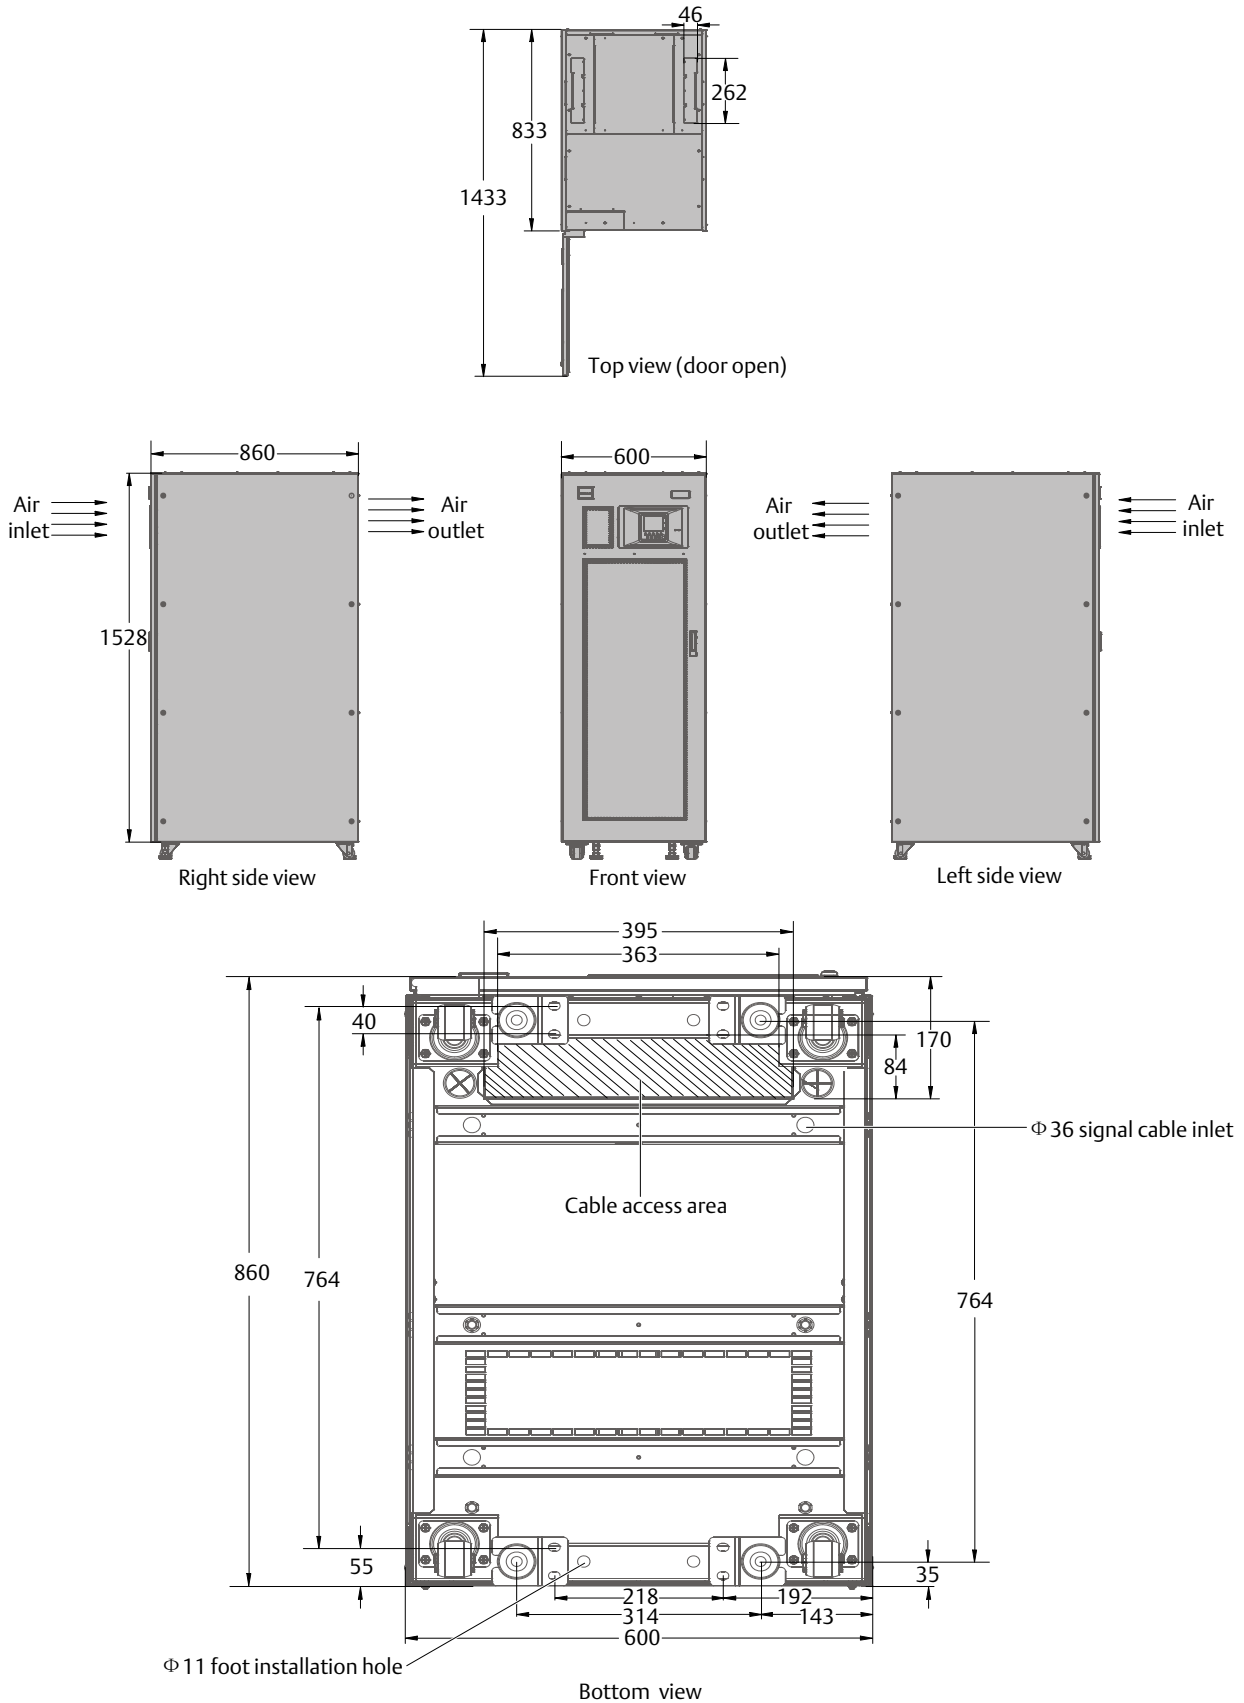

Figure 2-7 Вид ИБП сверху / сбоку / снизу (ед. изм.: мм)
4. Выпрямите детали крепления ножек с предварительно подготовленными установочными отверстиями, размеры указаны в Figure 2-7.
Figure 2-7 иллюстрирует ключевые механические характеристики ИБП.